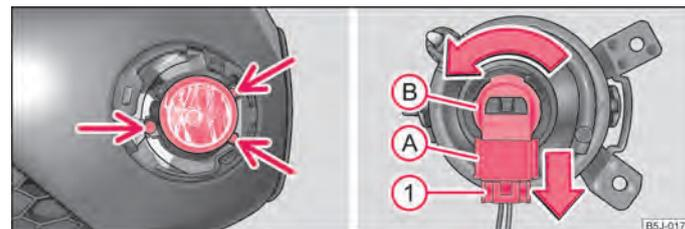

Fig. 158 Paraurti anteriore: Fendinebbia / sostituzione delle lampadine
- Con l'aiuto del cacciavite svitare ¹⁾ le viti dell'attrezzo di bordo ⇒ fig. 158 - a sinistra. ▶
- Premere la sicura ① ⇒ fig. 158 del connettore ① e toglierlo dal portalampada ②.
- Girare il portalampada ② con la lampadina a sinistra fino all'arresto ed estrarla.
- Agganciare il connettore ① nel portalampada ②.